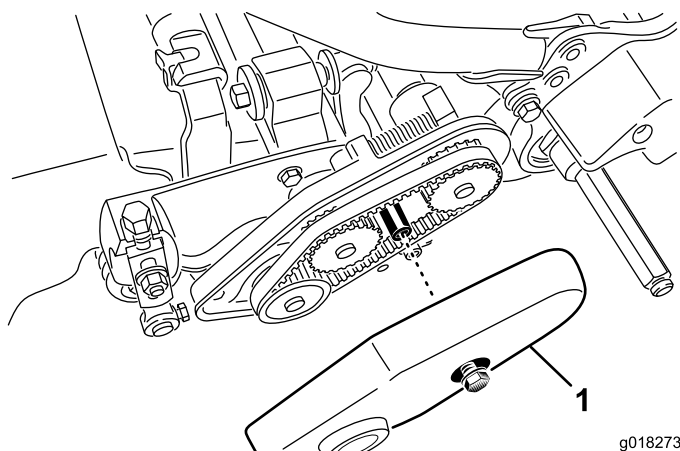

Figura 42
1. Solte o parafuso flangeado que fixa a cobertura da correia e retire a cobertura da correia para expor a correia (Figura 42).